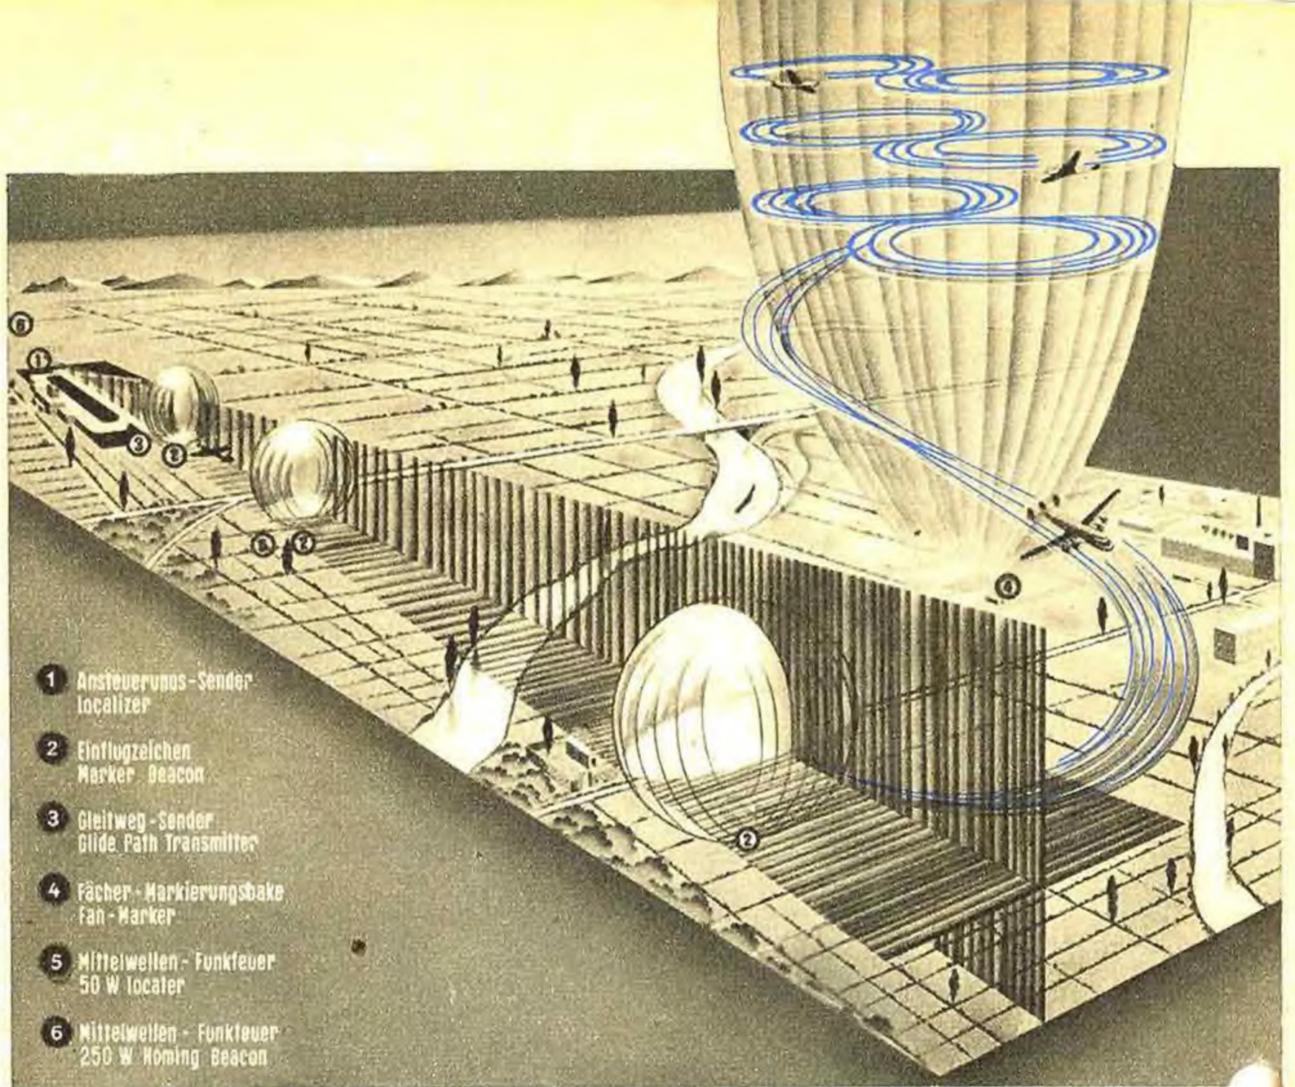
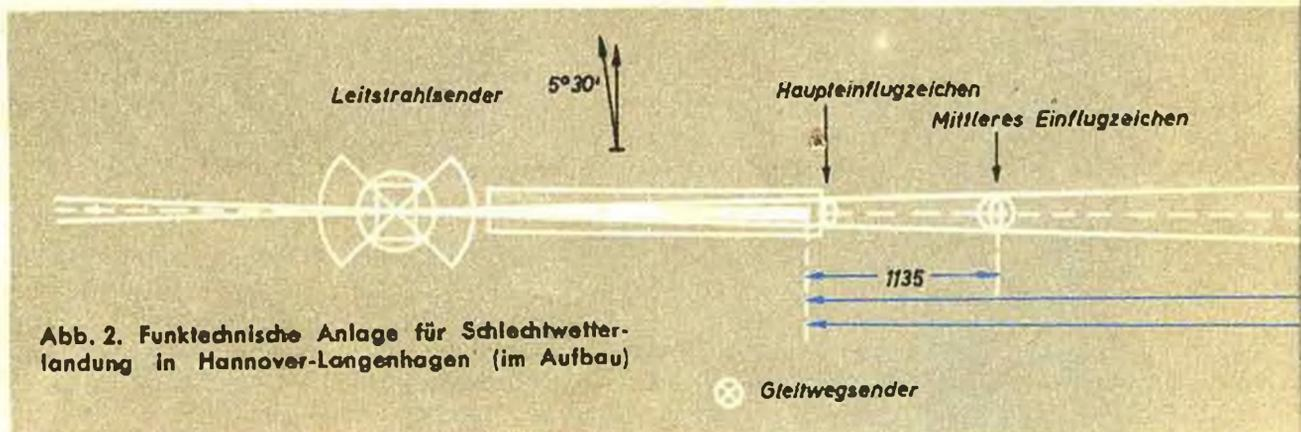

Abb. 1. Lorenz-Blindlandeanlage nach dem ILS-System
Abb. 2. Funktechnische Anlage für Schlechtwetterlandung in Hannover-Langenhagen (im Aufbau)
In Frankfurt, Hamburg und München wird nach dem ILS-System gearbeitet (ILS: Instrument Landing System = Instrumenten-Lande-System). Abb. 1 gibt einen Überblick über das Verfahren und zugleich einen Eindruck vom Landeverfahren überhaupt. Einige hundert Meter hinter dem Ende der betonierten Landebahn steht der Ansteuerungssender ①, auch Leitstrahlensender (Localizer) genannt. Er stellt mit einer Frequenz von 109,5 MHz eine senkrechte „Ebene“ genau auf die verlängerte Mittelachse der Startbahn, wobei die Aussendung dauernd mit 90 Hz moduliert ist. Der Gleitwegsender (Glidepath-Transmitter) ② hat seinen Platz etwa 150 m seitlich der Bahn; seine Aufgabe besteht in der Erzeugung einer geneigten „Ebene“ mit einem Winkel von 2,5° gegenüber der Erdoberfläche, „Gleitweg“ genannt. Die Senderfrequenz ist 332,6 MHz, die Aussendung ist mit 150 Hz moduliert. Zur kompletten Anlage gehören ferner drei Einflugzeichensender (Marker) ③ auf 75 MHz; sie legen drei „Wände“ quer zur Flugrichtung und melden dem Piloten beim Durchfliegen den Abstand bis zum Beginn der Rollbahn:
Bei der hohen Landegeschwindigkeit moderner Flugzeuge wird häufig auf die Errichtung des inneren Einflugzeichensenders verzichtet. Abb. 1 macht klar, daß sich das Flugzeug lediglich auf dem Schnittpunkt beider Ebenen zu halten braucht und der Pilot auf die Einflugzeichen zu achten hat; dann kommt es sicher herunter.
Außerdem ist in Abb. 1 die Fächermarkierungsbake ④ angedeutet, ein senkrecht nach oben strahlendes Funkfeuer zur Markierung des „Warteraums“. Wir deuteten im ersten Teil dieses Berichtes (FUNK-TECHNIK, Bd. 8 [1953], H. 6, S. 164) die große Verkehrsdichte in der Nähe mancher Flughäfen an. Nicht jede eintreffende Maschine kann daher sofort landen, denn die Landebahn muß zuerst frei sein. Der Flugleiter schickt die Maschine in den Warteraum; hier muß sie sich in der befohlenen Höhe halten und Schleifen fliegen (vgl. Abb. 2). Die Maschinen werden „gestapelt“, wie der Fachausdruck heißt. Alle zwei Minuten ist eine Warteschleife beendet, anschließend darf die Maschine meistens (d. h. nach Anweisung vom
Kontrollturm) eine Etage tiefer gehen, so daß über ihr Raum für eine weitere Maschine frei wird. Langsam schraubt sich unser Flugzeug nach unten, erhält schließlich Landeerlaubnis und fliegt entsprechend Abb. 1 in der „Verfahrenskurve“ in die richtige Anfangsposition auf den Gleitpfad, den es herabzu„reiten“ gilt. In der Kanzel sieht der Pilot auf das Kreuzzeigerinstrument seiner ILS-Anlage, das ihm die evtl. Ablage nach der Seite und der Höhe nach meldet, und hört im Kopfhörer die Einflugzeichen mit ihren Punkten und Strichen.